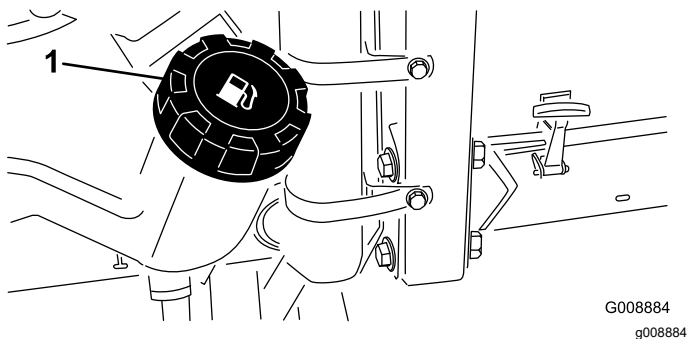

Figura 27
1. Curăai zona din jurul capacului rezervorului de combustibil (Figura 27).